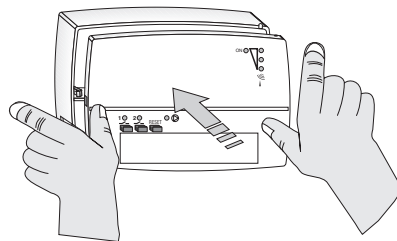
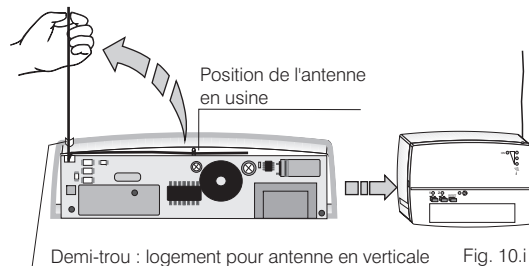

Fig. 9.i
Fig. 10.i
- Pousser avec les deux mains la partie avant sur la base, comme illustré dans la figure 9.i, jusqu'au déclic de verrouillage des crochets appropriés de la base.
- Faire passer le fil dans le petit trou prévu approprié (fig. 10.i)
- Refermer attentivement le récepteur (fig. 9.i - fig. 10.I).
- Maintenir la touche 1/— enfoncée jusqu'à l'émission d'un seul signal sonore ; puis la relâcher: la LED 1 clignote (fig.9). Le nouveau transmetteur est accouplé au récepteur.
Répéter toutes les opérations susmentionnées mais en utilisant la touche 2/— avec la LED 2, correspondante (fig. 10).